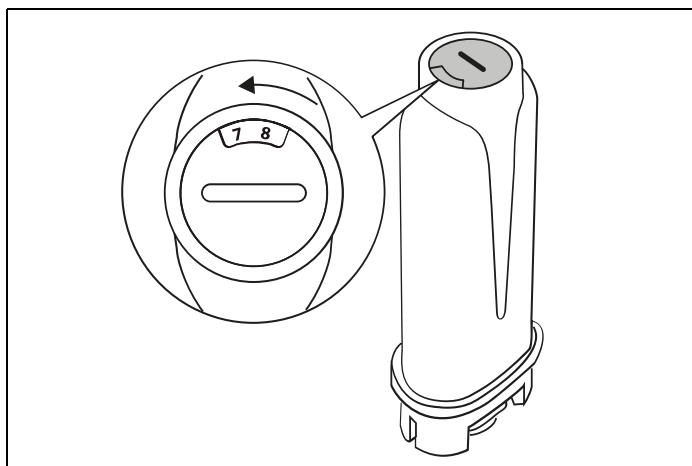

Fig. 60
- Vrid datumindikatorn tills de följande 2 månaderna visas (Fig. 60 ). Vrid datumindikatorskivan tills den följande två användningsmånaderna visas. Tryck på  NEXT.